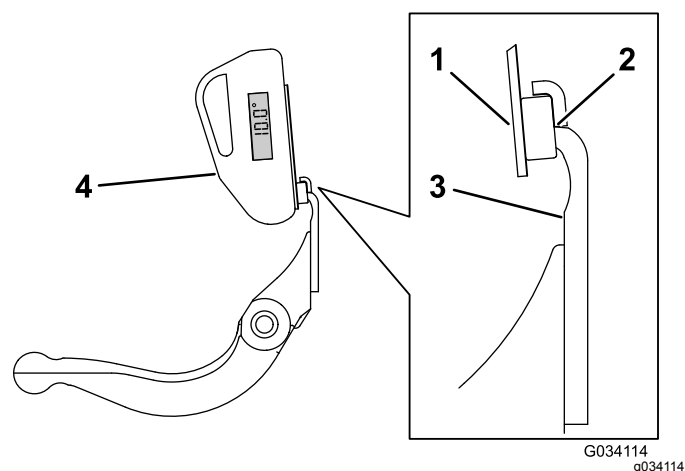

Figure 25
3. Placez le support d'indicateur d'angle sur le bord de la contre-lame de sorte à adapter le bord de l'aimant au bord de la contre-lame (Figure 25).
4. Placez l'indicateur d'angle sur le support, comme montré à la Figure 25.